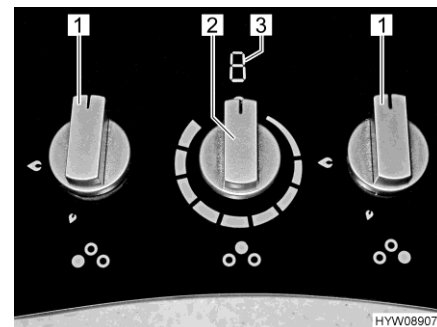

Fig. 199 Elementi di comando (fornello a gas con piano di cottura a induzione)
- Ruotare il pomello girevole (Fig. 199,1) dell'impianto a fiamma libera desiderato in posizione accesa (fiamma alta).
- Ruotare sulla posizione 0 il pomello girevole (Fig. 199,1). La fiamma si spegne.
- Ruotare il pomello girevole (Fig. 199,2) del piano di cottura a induzione nella posizione desiderata. L'indicatore (Fig. 199,3) mostra il valore impostato.
- Ruotare il pomello girevole (Fig. 199,2) del piano di cottura a induzione in posizione 0. L'indicatore (Fig. 199,3) si spegne. Successivamente allo spegnimento, finché la temperatura del piano di cottura a induzione risulta superiore a 60 °C l'indicatore mostra la lettera "H" (indicazione del calore residuo).
Sul piano di cottura a induzione sono indicate le seguenti informazioni (Fig. 199,3):